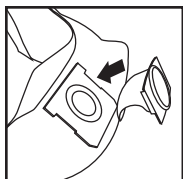

FIGURA 29
41. Con la abertura del deflector de entrada mirando hacia el lado izquierdo o derecho de la bolsa de filtro, deslice el collarín de la bolsa de filtro por encima del deflector de manera que las muescas del collarín de la bolsa coincidan con las lengüetas del deflector de entrada. La bolsa sólo encaja correctamente de una manera. **FIGURA 29.**